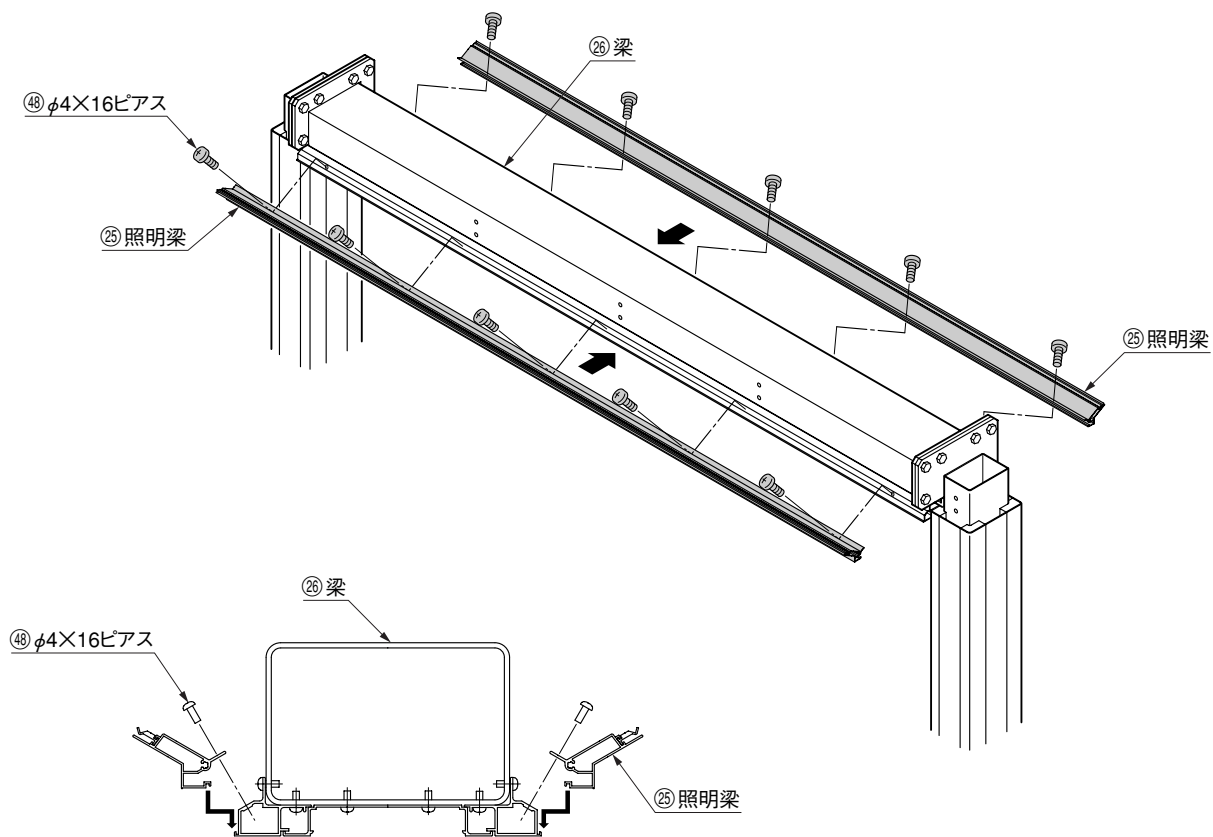

図4-1
① 照明梁を梁下部に取付いている部材に差込み、 $\phi 4 \times 16$ ピースネジで固定してください。(図4-1参照)